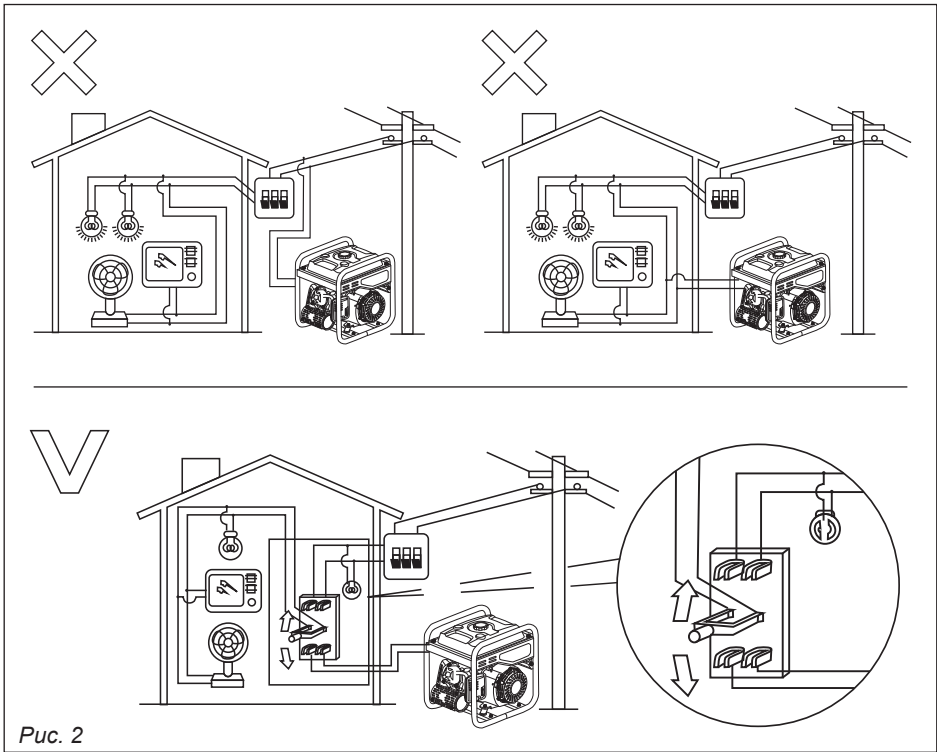

Рис. 2
5.3. Подключение к домашней сети (рис. 2)
2. Открутите одну из пробок горловин для заливки масла в картер (рис. 2).